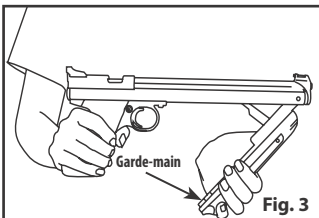

Fig. 3
- Ouvrez complètement le garde-main jusqu'à sa pleine extension (Fig. 3). Tenez fermement le garde-main pendant son ouverture.
**ATTENTION : DANGER DE PINCEMENT:** Placez vos mains tel qu'illustré à la Fig. 3. Une position incorrecte des mains peut créer un pincement si vous lâchez votre prise sur le garde-main et cela risque de provoquer des blessures. Exercez des mouvements droits lors du pompage du pistolet à air comprimé